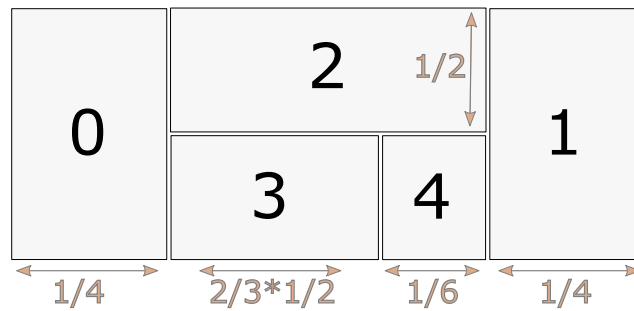

Abbildung 1.1: Standard Messzonen (rechte Klaue)
2. Zonenraster, Definition der Zonen für die Statistik, diese sollten in relativen Koordinaten definiert werden ((0,0) ist der untere linke Punkt der Klaue in Ausrichtung vorne-hinten ( $\leftarrow x \rightarrow$ ), Links-Rechts ( $\leftarrow y \rightarrow$ ), (1,1) der obere rechte). In den Standard-Dateien (Documents\ProKlaue\testdaten\druck\segments\_for\_measurements\_<side>.csv) sind die Zonen definiert wie in Abbildung 1.1. Diese Dateien sollten auch im Basis-Verzeichnis liegen und dementsprechend benannt sein.